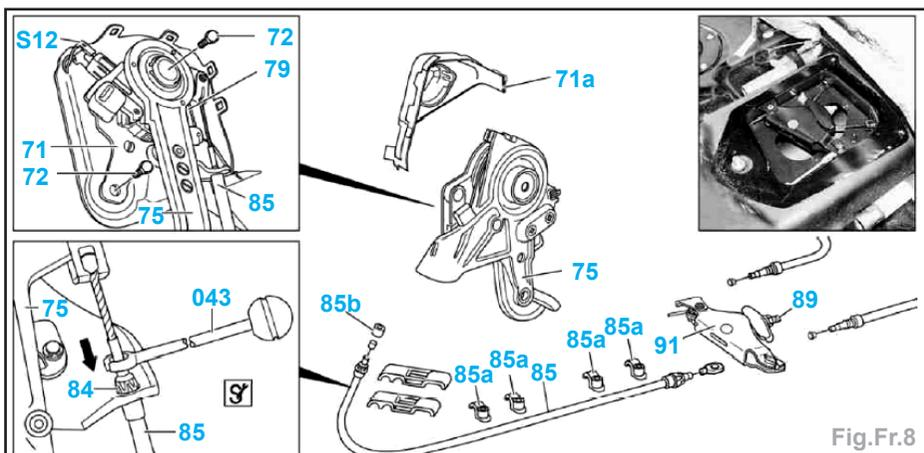

Fig.Fr.8
- Desserrer l'écrou de réglage (89) (Fig.Fr.8).
- Décrocher le câble de commande de frein (85) sur le levier intermédiaire (91) et déposer du boîtier du levier intermédiaire à l'aide du dégrafeur (043).
- le revêtement (71a) de la pédale du frein de stationnement (75).
- Décrocher le câble de commande de frein (85) sur la pédale du frein de stationnement (75).
- Dégrafer le câble de commande de frein (85) et le tirer vers l'extérieur.